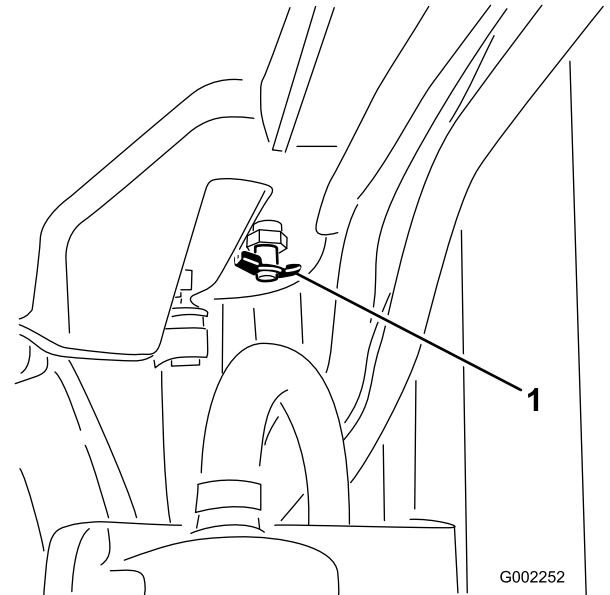

Figure 56
4. Ouvrez la vidange (Figure 56) et vidangez le liquide de refroidissement dans le bac.